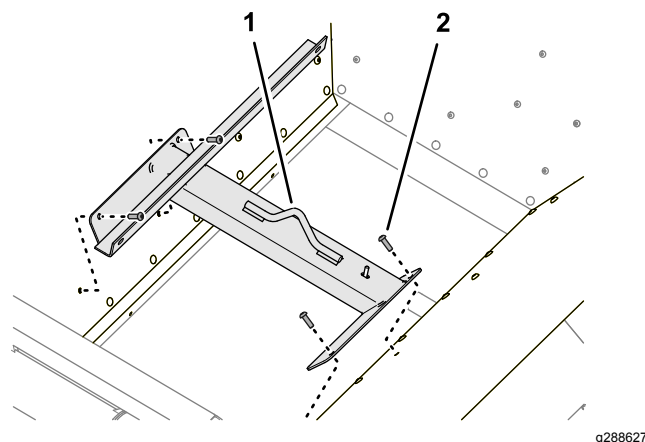

Рисунок 29
1. Отверните 4 винта с полукруглыми головками, которые крепят подъемный кронштейн к стенке бункера (Рисунок 29).
2. Заверните винты с полукруглыми головками в стенку бункера и затяните их (Рисунок 29).